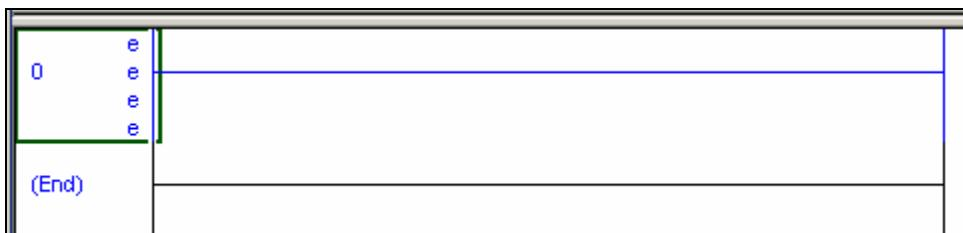

图 4-30 编程窗口
28. 在弹出的编程窗口中编写主例程。注意出现在右边窗口的梯级，此梯级处于 *Edit* 模式，在梯级的左边标着“e”。现在可以添加指令和梯级了，如图 4-30 所示。